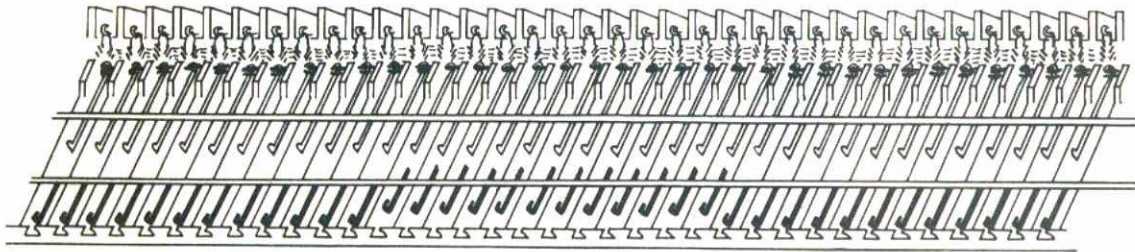

Fig. 109
S. auch Seite 40, Fig. 109–111.
Nun zuerst links Garn um die Randnadel schlingen, Stösser in Ruhestellung zurück, 1 Gang stricken. Dann rechts Garn um Randnadel schlingen (siehe Dritte Lektion, Abstufungen, Fig.92), Stösser in Ruhestellung zurück, 1 Gang stricken. So weiterarbeiten bis nur noch ca. 10–14 Stösser (ein Drittel) in der Mitte in Arbeit sind, Fig. 109. Schloss wieder links.